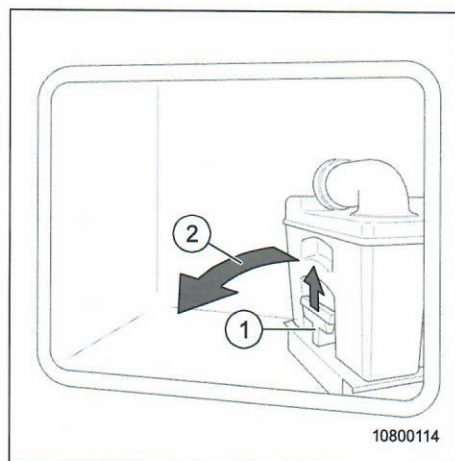

Abb. 32 Kasette entnehmen
2. Griff an Kasette (Abb. 32, Pos 1) zum Entriegeln nach oben ziehen.
3. Kasette nach links schieben und gleichzeitig zur Serviceöffnung drehen (Abb. 32, Pos 2).